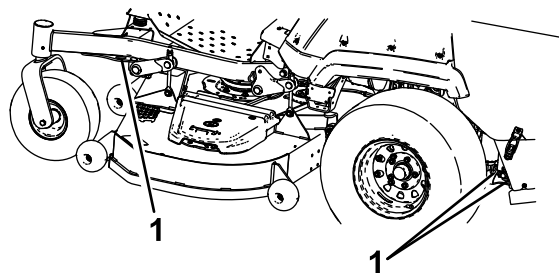

Figure 32
6. Arrimez la machine près des roues pivotantes avant et du cadre arrière à l'aide de sangles, chaînes, câbles ou cordes (Figure 32). Reportez-vous à la réglementation locale concernant les exigences en matière d'arrimage.